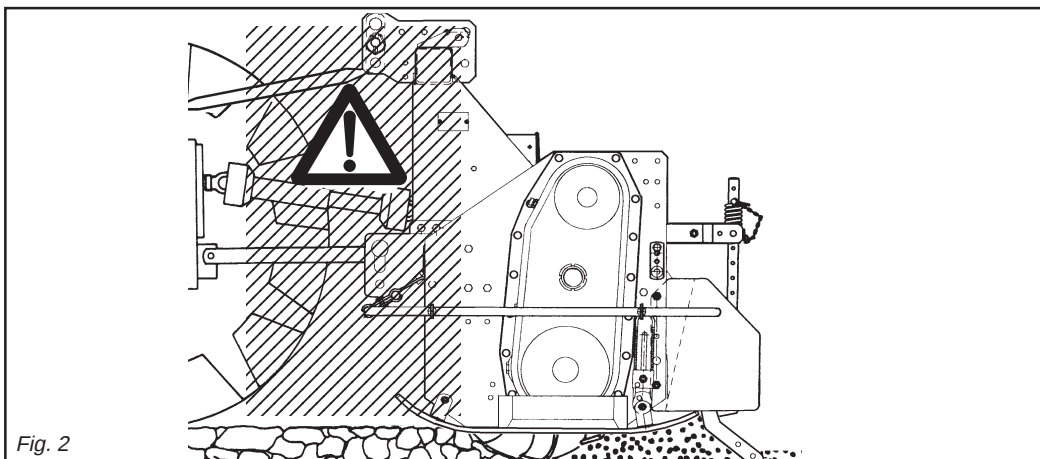

Fig. 2
- 28) È assolutamente vietato interporvi fra il trattore e l'attacco della macchina per manovrare il comando dall'esterno per il sollevamento (Fig. 2).
- 28) *It is absolutely forbidden to stand between the tractor and the implement when manoeuvring the lift control from the outside (Fig. 2).*
- 28) Es ist absolut verboten, zwischen den Schlepper und den Anschluß zu treten, um die Aushebung von außen zu betätigen (Abb. 2).
- 28) *Il est absolument interdit de se mettre entre le tracteur et l'attelage pour manoeuvrer la commande de relevage de l'extérieur (Fig. 2).*